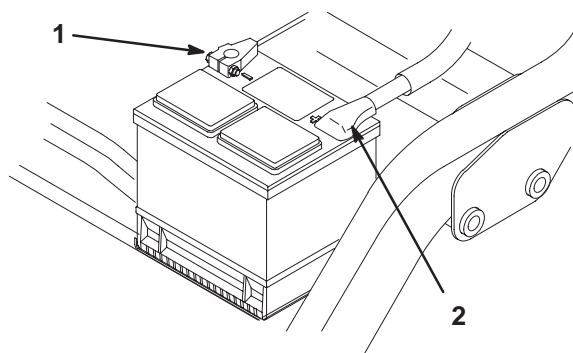

Figure 4
4. Commencez par raccorder le câble positif (rouge) de la batterie à la borne positive (+), puis le câble négatif à la borne négative (-), et serrez les colliers à l'aide des vis et écrous (Fig. 4). Placez le capuchon protecteur sur la borne positive pour éviter les courts-circuits.